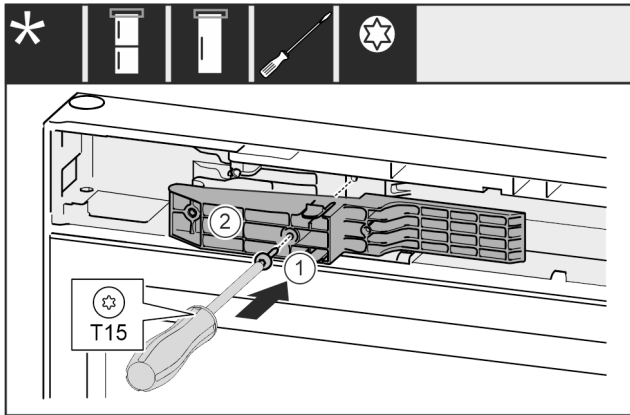

Fig. 70 *
- ▶ Adapterstück Fig. 70 (1) auf der Griffseite in die Aussparung einsetzen.*
- ▶ Schraube Fig. 70 (2) mit Schraubendreher festschrauben.*